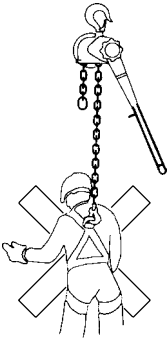

Fig. 1
- Het gebruik van het hijsgereedschap voor transport van personen is niet toegestaan (Fig. 1).